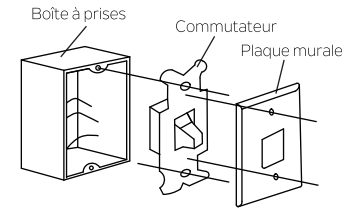

Fig. 28
**Étape 1.** Retirer la plaque murale présente et l'ancien interrupteur de la boîte à prises murale. Déconnecter le câble. (Fig. 28)